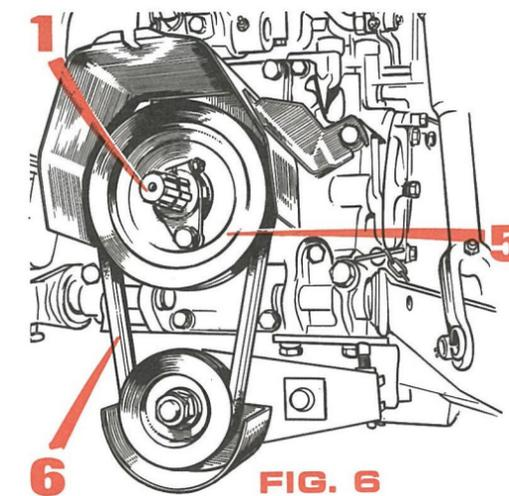

FIG. 6
prise de mouvement (FIG. 6 et 7)
La poulie menante (5 fig 6) tournant à 575 tr/mm imprime à l'arbre ventral et par suite au plateau-manivelle (1) une vitesse de rotation de 975 tr/mm pour un régime du moteur de 2.300 tr/mm.